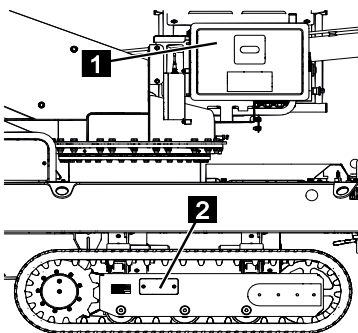

Fig. 236
10. Nettoyer l'accouplement coulissant de graissage et le remettre dans le coffret (Fig.236/1).
11. Bien serrer la trappe d'entretien (Fig.236/2).